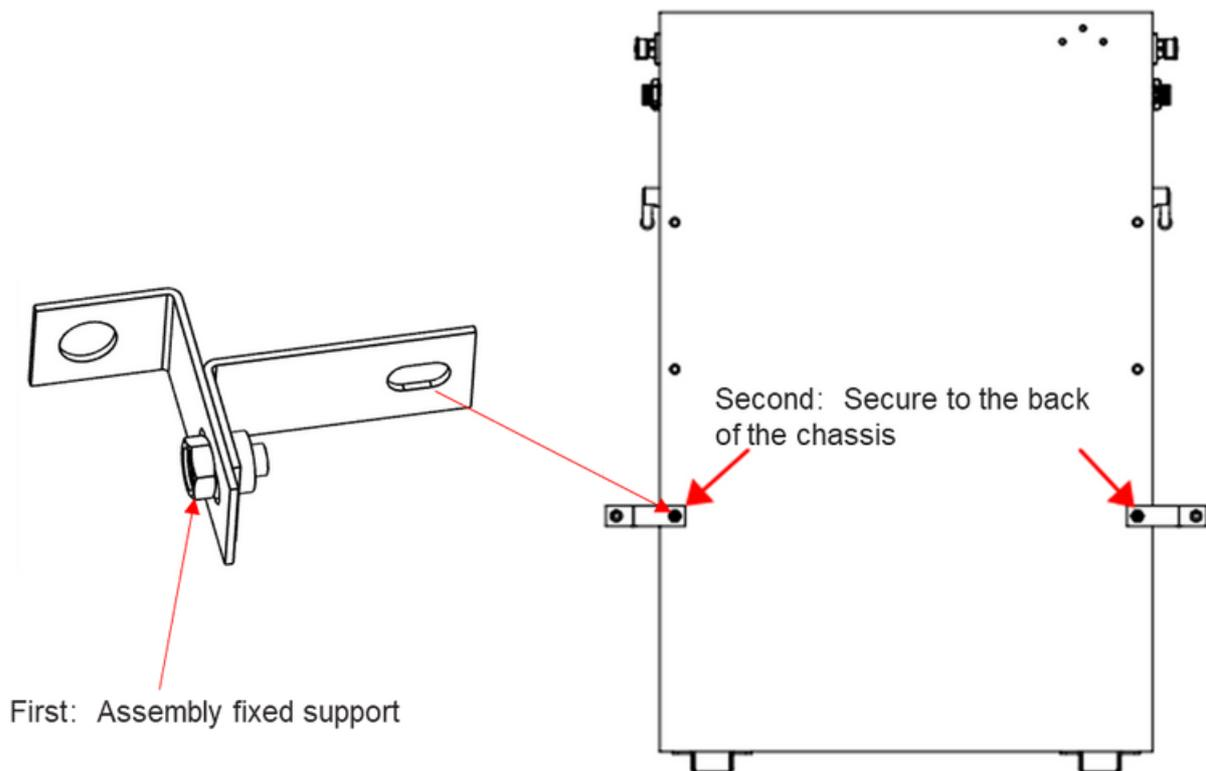

Figura 5-4
a) Utilizzare le 4 viti M6\*10 per fissare le alette di trattenimento sinistra e destra alla parte posteriore della batteria, come mostrato nella Figura 5-4.